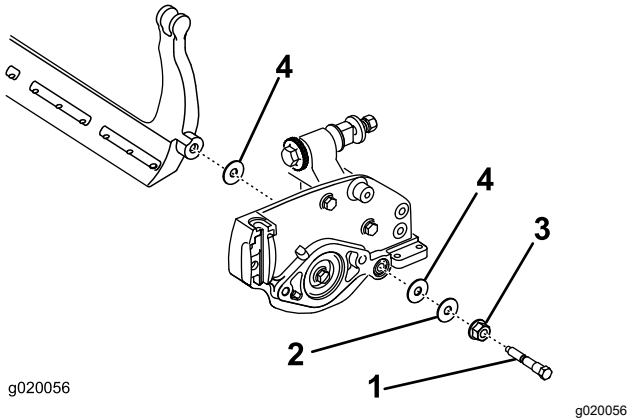

图 19
取下底刀架两端的 2 个尼龙垫圈和 1 个钢垫圈图 19。
3. 将尼龙垫圈放在侧板凸起的一侧。在两个尼龙垫圈的外侧各放一个钢垫圈 图 19。